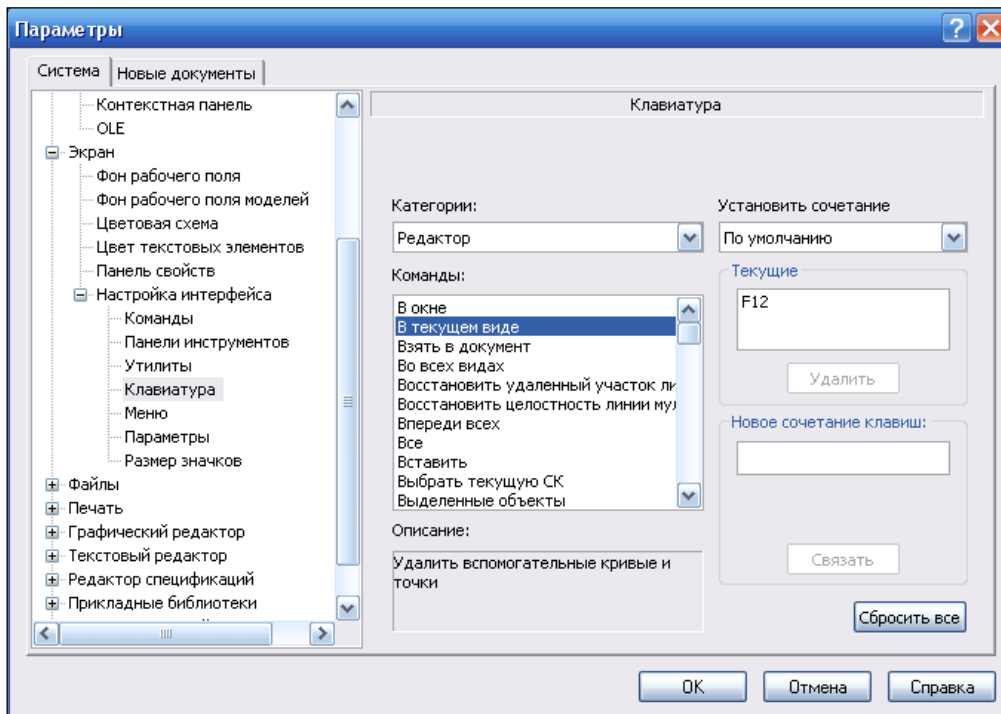

Рис. 1.5. Диалоговое окно **Параметры** с открытым разделом **Клавиатура**
- ◆ Щелкните ЛК мыши по пункту **Клавиатура**. В правой части окна на панели **Клавиатура** (рис. 1.5) имеются следующие элементы управления, с помощью